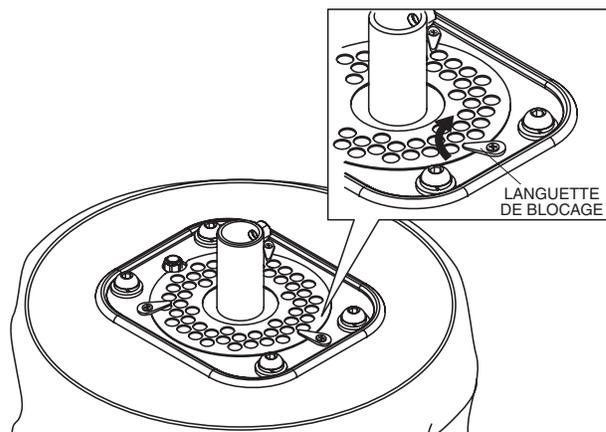

Figure 46. Verrouiller la plaque à air
6. Tourner les languettes de verrouillage vers l'intérieur pour verrouiller la plaque à air en place. Voir Figure 46.